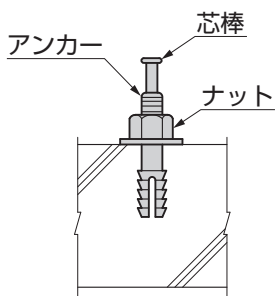

図2-2
- ②アンカーに付属の【ナット】を、手で一杯までネジ込んでください。(図2-2参照)
- ③穴にアンカーを入れ、芯棒をハンマー等で十分打ち込んでください。(図2-2参照)